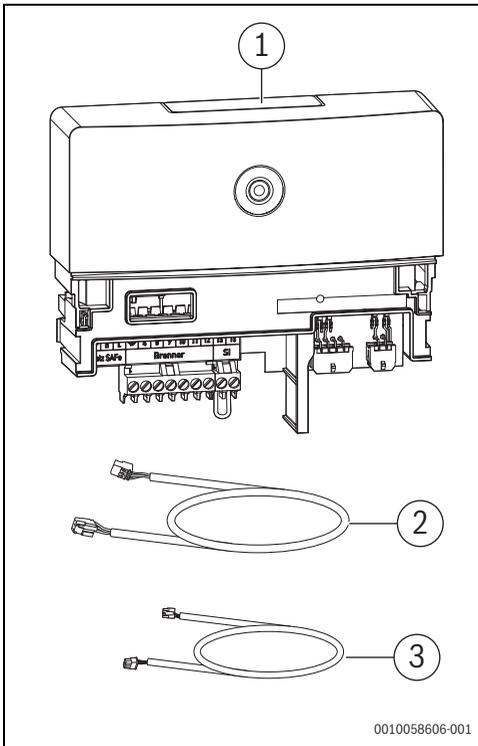

Bild 2 Lieferumfang (Fremdbrennermodul BRM100)
- Fremdbrennermodul BRM100 inkl. Brennerstecker und SI-Stecker (→ Bild 2, [1])
- BUS-Kabel SAFe Bus (→ Bild 2, [3])
- Netzkabel (→ Bild 2, [2])